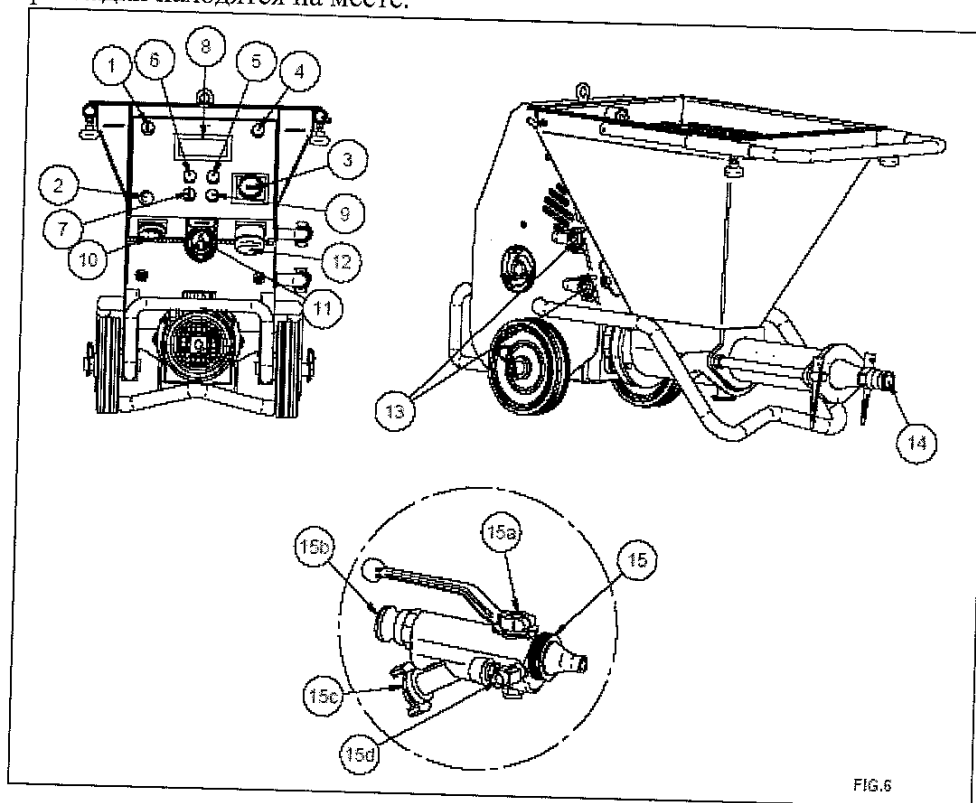

Рис. 6.
11. ПУСК СТАНЦИИ (см. рис. 6)
После этого подсоедините их с одной стороны к коллектору, а с другой стороны к насадке. Убедитесь в том, что кулачковые рычажки (А) разъемов правильно затянуты и установлены уплотнительные прокладки (В) так, как показано на рис. 6а.
Рис. 6а
Рис. 6б.
На рис. 6б показаны случаи неправильной затяжки кулачковых рычажков и установки уплотнительных прокладок.